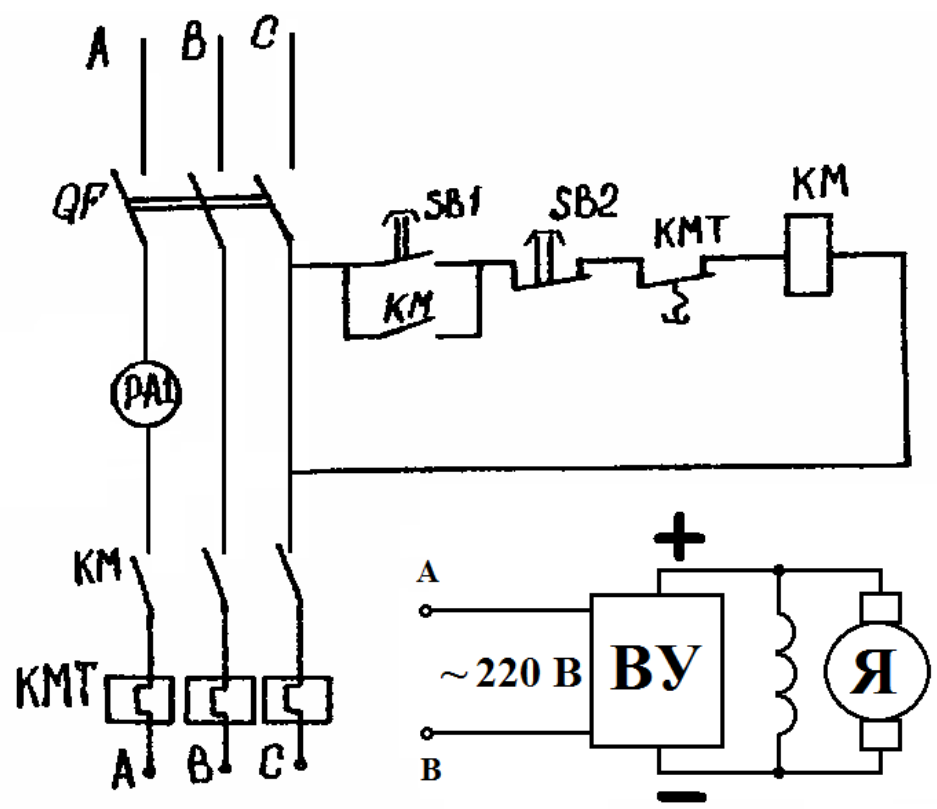

Рис. 5. Электрическая схема запуска электродвигателя.
10) Согласно присвоенной маркировке «начал» и «концов» фазных обмоток электродвигателя, собрать электрическую схему рис. 5 и произвести запуск электродвигателя. Запуск электродвигателя осуществляется кнопкой SB_1 .